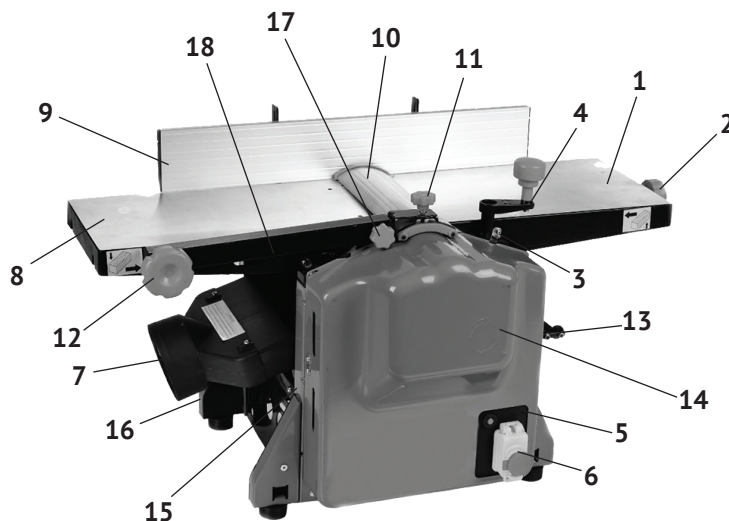
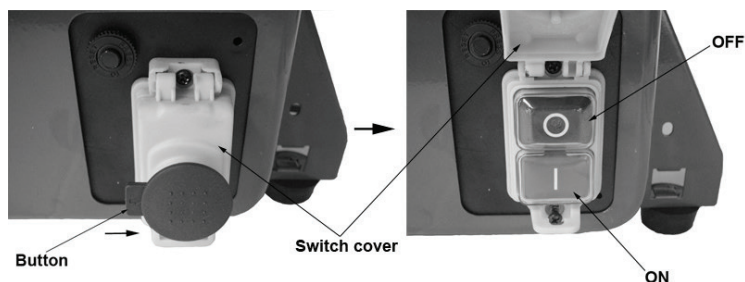

рис. 1
рис. 3
Вертикальное перемещение стола рейсмусования (рис.1 поз.13) осуществ-
вляется вручную, вращением рукоятки (рис.1 поз.4) по/против часовой стрелки.
В комплект поставки входит параллельный упор (рис.1 поз.9), крепящийся кронштейнами к суппорту задней опоры (рис.1 поз.16) станка. Упор обеспечивает при строгании вертикальную опору обрабатываемой заготовки. Возможность поворота упора на угол до 45° от вертикального положения, обеспечивает опору заготовок с не перпендикулярными углами.
Включение/отключение двигателя осуществляется выключателем (рис.1 поз.6), расположенном на передней крышке (рис.1 поз.14) станка.
4.1 Общий вид станка представлен на рис.1
4.2 Между передней (рис.1 поз.15) и задней (рис.1 поз.16) опорами размещены основные агрегаты станка (стол опорный, двигатель, строгальный барабан, валы подачи заготовки при рейсмусовании, рабочий стол рейсмуса (рис.1 поз.13), неподвижный (рис.1 поз.8) и подвижный (рис.1 поз.1) строгальные столы. Крутящий момент с якоря электродвигателя ремнём передаётся на вал строгального барабана и понижающий шестерёнчатый редуктор. Передаточный механизм (шкивы ремённой передачи, редуктор, звёздочки цепной передачи и коробка с выключателем и токовым предохранителем) закрыты металлической передней крышкой (рис.1 поз.14). В нижней части крышки находятся токовый предохранитель (рис.1 поз.5) и выключатель (рис.1 поз.6) с кнопкой аварийного отключения.
Рабочий стол рейсмуса вертикально перемещается четырьмя ходовыми винтами, приводимыми вручну вращением рукоятки (рис.1 поз.4) по/против часовой стрелки. Равномерность подъёма/опускания рабочего стола рейсмусования обеспечивается цепной передачей, расположенной под опорным столом станка.
Короб с патрубком (рис.1 поз.7) отвода стружки крепится в двух положениях, в зависимости от вида работы:
- при строгании – под неподвижным столом на рабочий стол рейсмуса, как изображено на рис.1;
Кожух защитный (рис.1 поз.10) закрывает часть барабана, не используемую (по ширине) при строгании заготовки. Горизонтальное смещение и наклон кожуха фиксируются ручками-винтами (рис.1 поз.11 и 17).
Выключатель (рис.1 поз.6) расположен на передней крышке станка. Он имеет две кнопки (см. рис.3): зелёная с символом «I» - включение (ON) двигателя, и красная с символом «0» - выключение (OFF) двигателя (стандарт МЭК 60417). Нажатием на грибовидную кнопку на крышке выключателя («Button»), крышка выключателя закрывается, что приводит к экстремному отключению двигателя.
- прикрутить рукояткой-фиксатором (рис.1 поз.12) кронштейн (рис.1 поз.18) с закреплённым на нём кожухом (рис.1 поз.10) к неподвижному строгальному столу (рис.1 поз.8);
- закрепите короб отвода стружки (рис.1 поз.7) на рабочем столе рейсмуса винтом и надвинуть на него патрубок.
Шкала глубины строгания расположена на задней опоре (рис.1 поз.16) станка, цена одного деления – 1 мм. Стрелка-индикатор глубины строгания закреплена на рабочем столе рейсмуса (см. рис.5).
При вращении ручки вертикального перемещения рабочего стола (рис.1 поз.4) по часовой стрелке рабочий стол рейсмуса (рис.1 поз.13) поднимается вверх, при вращении против часовой стрелки – опускается вниз.
Поместив заготовку на рабочий стол рейсмуса, обрабатываемой плоскостью вверх, к барабану, поднять её, вращением рукоятки (рис.1 поз.4), до касания валов подачи и барабана. Отметить на шкале толщину необработанной заготовки. Допустим она составила 105 мм. Необходимая толщина обработанного изделия – 100 мм. Разницу – 5 мм, учитывая максимальную глубину строгания за один проход - 2 мм, можно удалить за три прохода: 2 + 2 + 1 мм. Устанавливая последовательно по шкале значения 103, 101 и 100 мм для каждого прохода, получим нужную толщину изделия.
- вращением рукоятки (рис.1 поз.2) переместить регулируемый строгальный стол (рис.1 поз.1) для установки необходимой глубины строгания за один проход (см. рис.6).
Поворот рукоятки по часовой стрелке – уменьшение глубины строгания, поворот против часовой стрелки – увеличение глубины строгания. Установка глубины контролируется перемещением стрелки-указателя, закреплённой на столе, относительно шкалы, размещённой на суппорте передней опоры (рис.1 поз.3). Цена деления шкалы – 0,5 мм;
- в зависимости от ширины заготовки, прижатой к параллельному упору (рис.1 поз.9), выставить защитный кожух (рис.1 поз.10) так, чтобы он закрывал неиспользуемую при строгании часть барабана, для этого:
- расфиксировать ручку-винт (рис.1 поз.11);